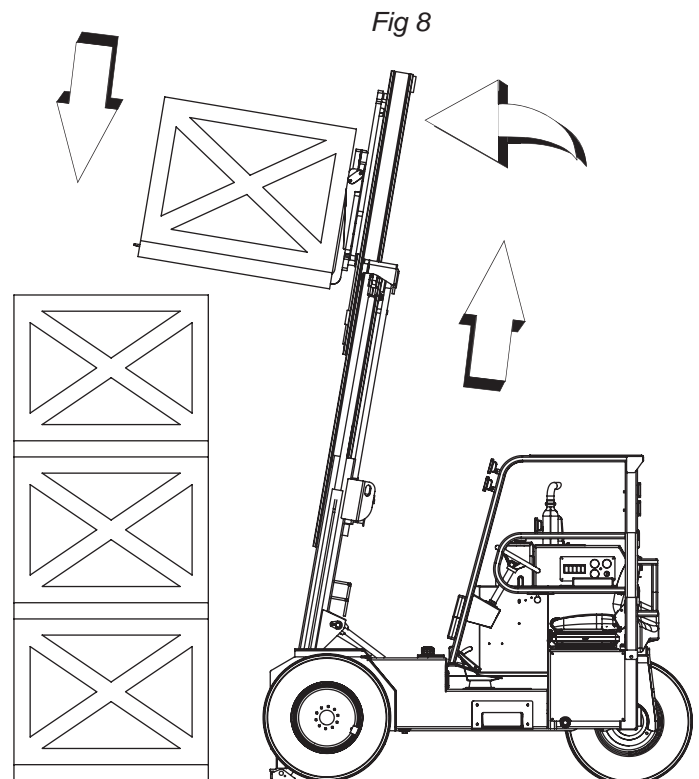

Fig 8
2. Eleve la carga a la altura suficiente para exceder la pila o plataforma. Alinee las horquillas a la altura y ángulo correctos para colocar la carga. Extienda el mástil lentamente hacia adelante realizando los ajustes necesarios hasta que la carga esté correctamente alineada. Baje la carga a una posición estable. *Fig. 8.*